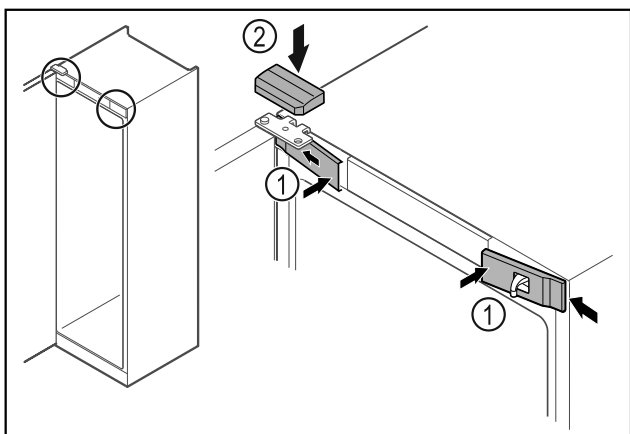

Fig. 52
- ▶ Зацепите сбоку и защелкните передние крышки Fig. 52 (1).
- ▶ Защелкните верхнюю крышку Fig. 52 (2) сверху.